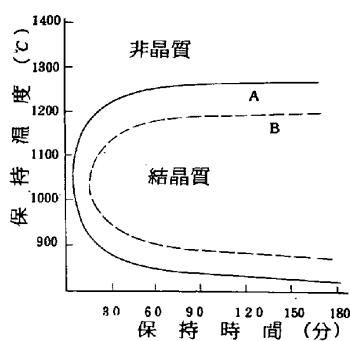

図1 恒温変態曲線
9. 表、図、写真の説明は和文とし、番号は各々表1、図1、写真1と表示する。(例4、6参照)